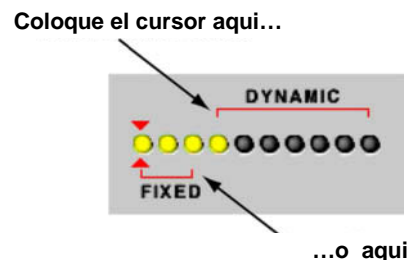

Figura 42 – Cambio de designación de filtros con el mouse
1. Coloque el cursor entre los corchetes rojos, como se indica en la Figura 42.